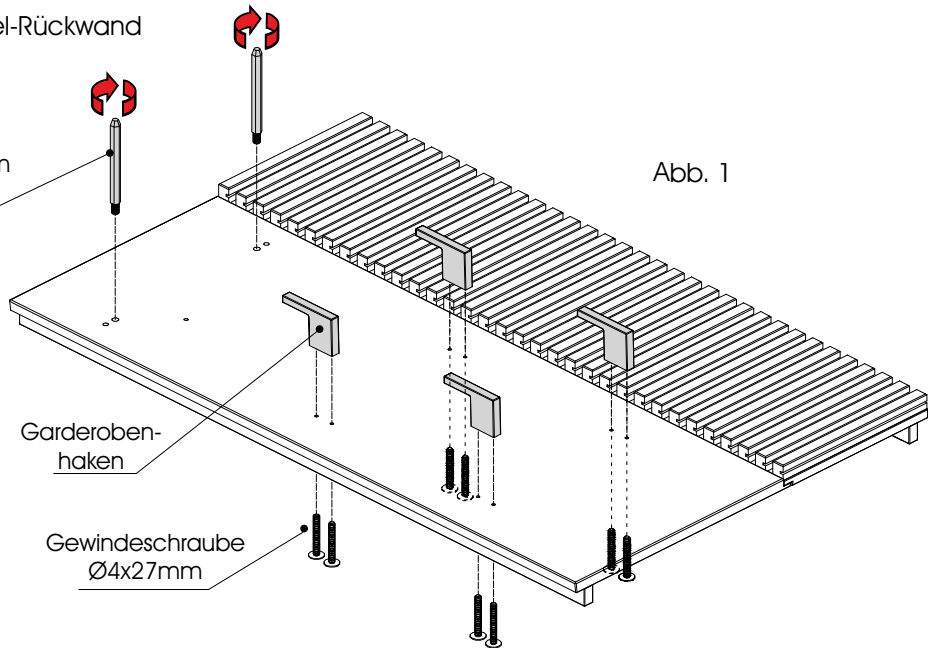

Abb. 1
1. Drehen Sie die zwei Sechskantbolzen in die Gewindemuttern der Paneelrückwand und schrauben die Garderobenhaken mit den Gewindeschrauben Ø4x27mm fest (Abb. 1)